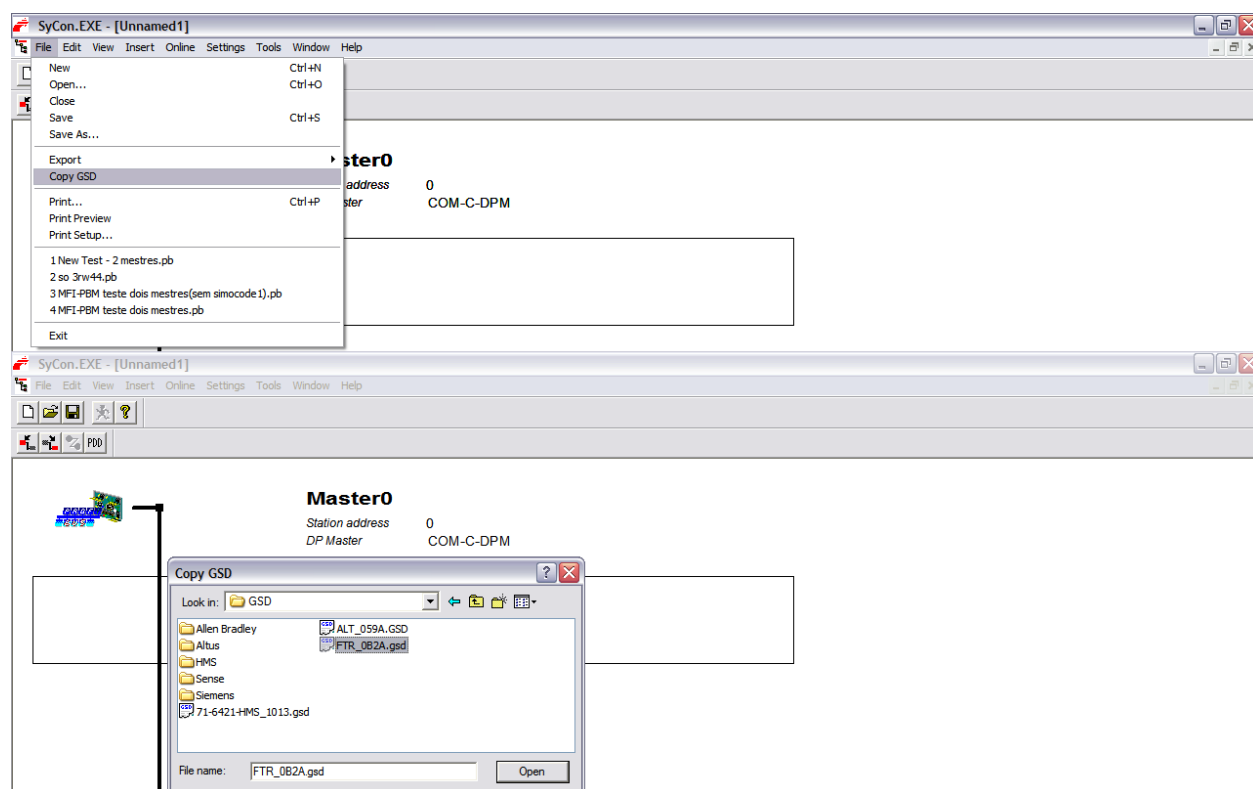

Figura 3.3.1 – Exemplo de configuração e parametrização no SyCon (instalando GSD)
- 1) Instale o GSD, clicando em *File->Copy GSD*. Em seguida localize o arquivo (FTR_OB2A.gsd) já salvo em seu computador (Figura 3.3.1). Após selecioná-lo em seu diretório, clique em *Open*;